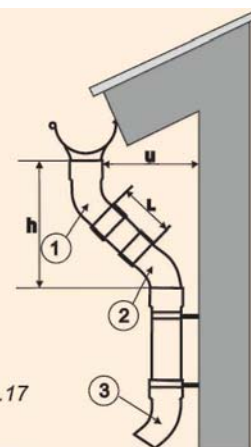

Рис.17
Выбор длины промежуточной трубы можно сделать на основе Таблицы 2. Колена универсальные (1) (2) (3) устанавливаются как показано на рис.17. Как правило, для установки колена (3) используют хомут крепления трубы, который служит нижним опорным элементом, обеспечивая фиксацию водосточного стояка и, одновременно, надежное соединение колена с водосточной трубой.